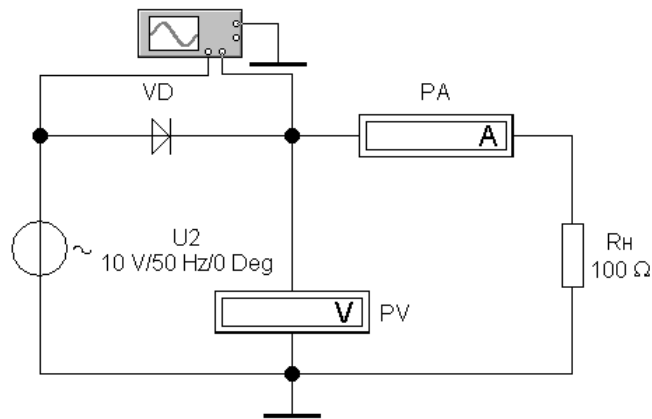

Рисунок 2
- 2.1 Запустити програму EWB. В меню обрати схему однопівперіодного випрямляча (рис. 2), встановити опір резистора  $R_H$  і значення напруги джерела ЕРС ( $U_2$ ) згідно варіанту (таблиця 1).